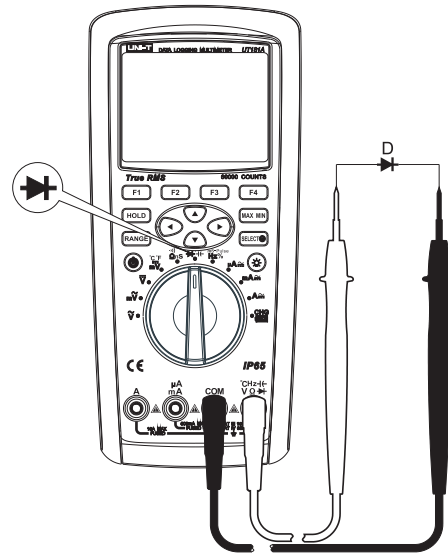

图10
- 2) 将仪表的旋钮开关转到“ $\rightarrow$ ”测量档，默认为二极管测量模式 $\rightarrow$ 。如图10，将表笔并联到被测二极管两端。从显示器上直接读取被测二极管的近似正向PN结电压。